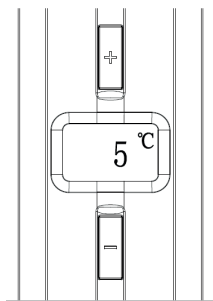

Figura 9
7. Función de control de temperatura: La temperatura inicial es la temperatura previamente ajustada. La temperatura de refrigeración puede ajustarse pulsando los botones "+" o "-" del panel de control. La temperatura aumenta un grado cada vez que se pulsa el botón "+". Pulse el botón "-" una vez para disminuir la temperatura en un grado, la pantalla mostrará la temperatura real de la cerveza en el barril, pulse cualquier botón para mostrar la temperatura ajustada y volver a la temperatura real después de 3 segundos. Mantén pulsado los botones "+" y "-" para alternar entre Fahrenheit y Celsius. La temperatura de refrigeración del enfriador de cerveza se puede ajustar entre 3 y 12 °C (37 y 53 °F) La máquina dispone de una función de memoria de apagado (el ajuste de fábrica es de 5 °C (como se muestra en la figura 9).